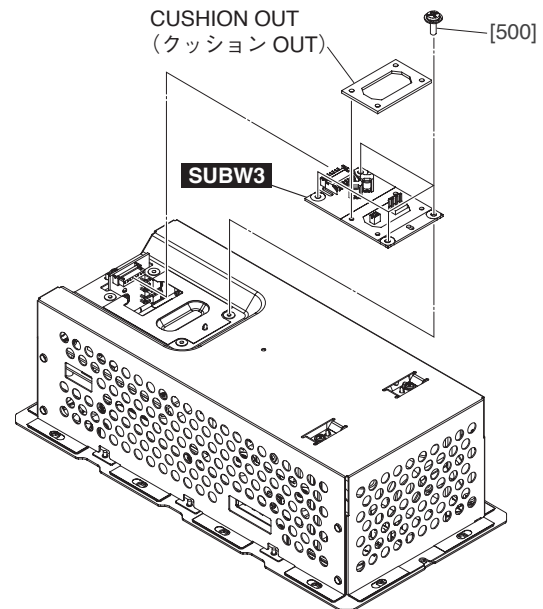

Fig. B-2 (図B-2)
B-2-2 Remove the four (4) screws marked [500]. The SUBW3 circuit board can then be removed. (Fig. B-2)
- * *The cushion OUT is not part of the SUBW3 circuit board. When replacing the SUBW3 circuit board, remove the cushion OUT from the SUBW3 circuit board and install it to the new circuit board. (Fig. B-2)*
B-2-2 [500] のネジ 4 本を外して、SUBW3 シートを外します。(図 B-2)
- ※ クッション OUT は、SUBW3 シートの構成部品ではありません。SUBW3 シートを交換する際には、SUBW3 シートからクッション OUT を取り外して、新しいシートに取り付けてください。(図 B-2)